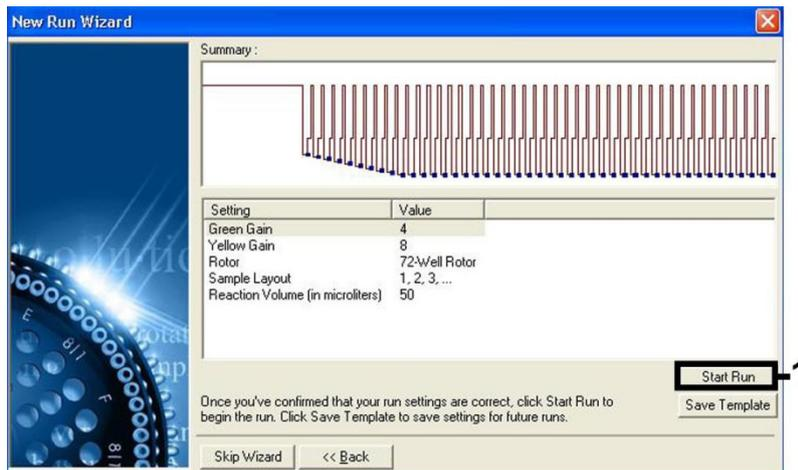

Figura 7. Inicio de la serie.
El rango de detección de los canales de fluorescencia debe determinarse según las intensidades de fluorescencia de los tubos de PCR. Haga clic en **Gain Optimization** (Optimización de ganancia) en el cuadro de diálogo **New Run Wizard** (Asistente para series nuevas) para abrir el cuadro de diálogo **Auto-Gain Optimization Setup** (Configuración de la optimización de ganancia automática) (consulte el paso 6 y la figura 7 en la hoja de protocolo *Valores de configuración para procesar artus QS-RGQ Kits*).
8. Los valores de ganancia determinados por la calibración de los canales (o asignados manualmente) se guardan automáticamente y se muestran en la última ventana de menú del procedimiento de programación (figura 7). Haga clic en **Start Run** (Iniciar serie).